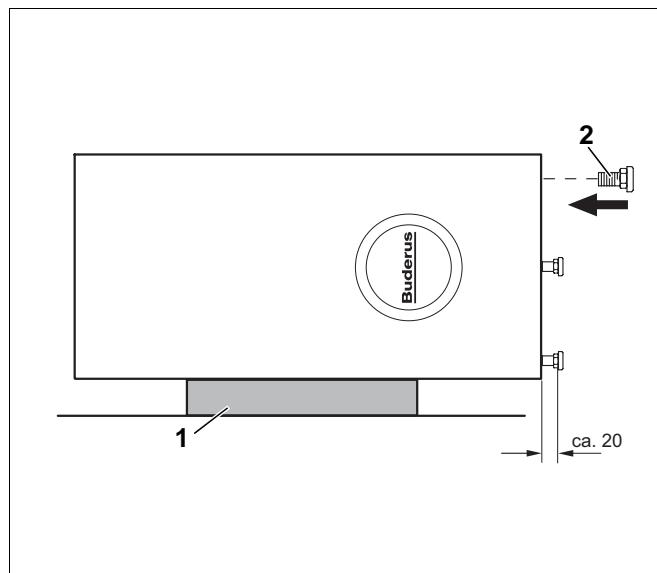

Fig. 5 Montaggio dei piedini regolabili a vite
- Posizionare l'imbottitura superiore (fig. 5, pos. 1) sul pavimento.
- Estrarre i piedini regolabili a vite dall'imbottitura di fondo (polistirolo) ed avvitare i piedini regolabili a vite M10 x 30 (fig. 5, pos. 2) sul fondo dell'accumulatore di acqua calda.